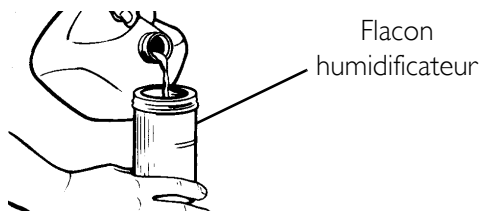
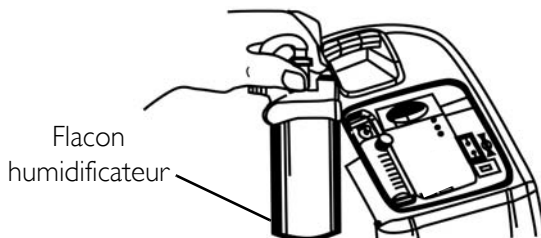
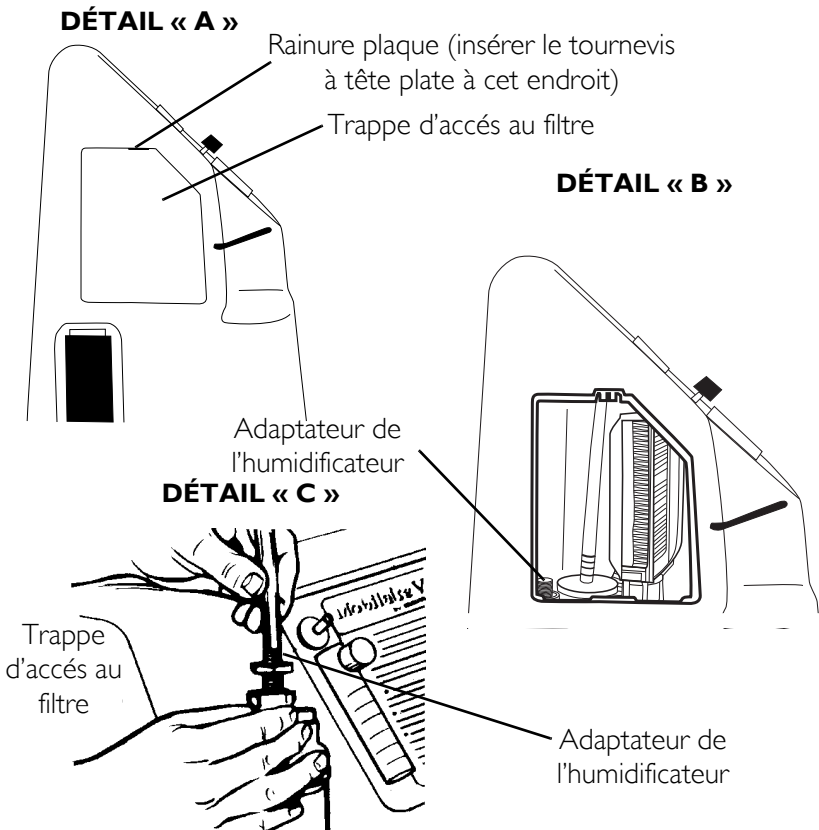
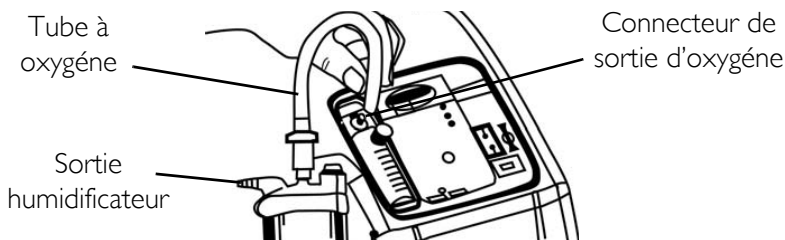

FIGURE 5.1 Remplissage de l'humidificateur
FIGURE 5.2 Compartiment de l'humidificateur
FIGURE 5.3 Fixer l'adaptateur de l'humidificateur
FIGURE 5.4 Fixation du tube à oxygène
REMARQUE : Pour cette procédure, se reporter à la FIGURE 5.1 page 49, FIGURE 5.2 page 49 FIGURE 5.3 page 50 et FIGURE 5.4 page 51.
3. Retirer la trappe d'accès au filtre située sur le côté du concentrateur. Insérer un tournevis à tête plate dans la rainure plaque sur le bord supérieur de la trappe d'accès et soulever délicatement la porte d'accès du filtre pour ouvrir la trappe. Se reporter au détail « A » dans FIGURE 5.3.
4. L'adaptateur de l'humidificateur se trouve près du filtre d'entrée. Retirer l'adaptateur de l'humidificateur. Se reporter au Détail « B » dans la FIGURE 5.3.
5. Le fixer à l'humidificateur en tournant l'écrou papillon sur le flacon de l'humidificateur dans le sens contraire des aiguilles d'une montre jusqu'à ce qu'il soit bien fixé. Se reporter à Détail « C » dans la FIGURE 5.3.